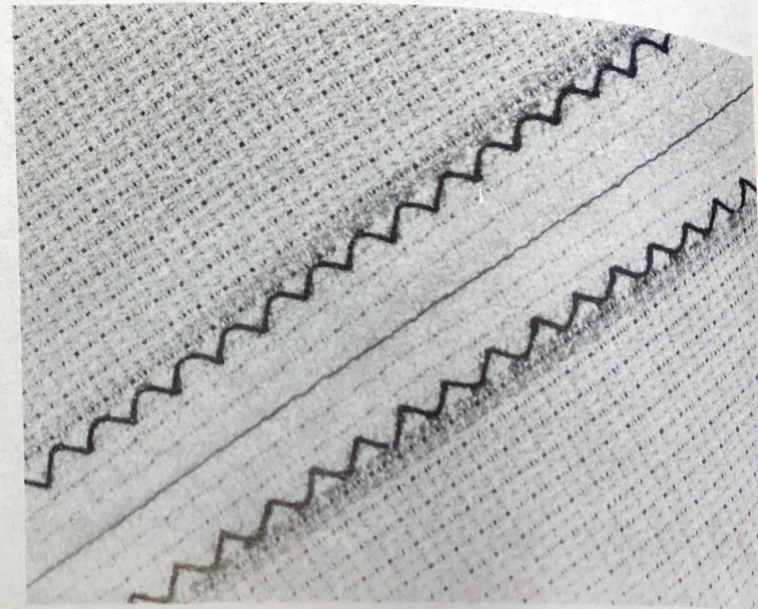

Abb. 26
a) Die Zickzacknaht zum Versäubern von Nähten (Abb. 26)
d) Die schmale Zickzacknaht (Abb. 26)